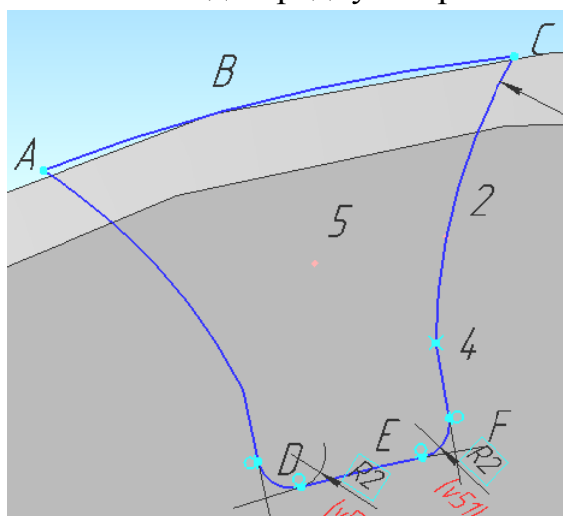

Рисунок 1.8 – Построение эскиза для удаления объема
26) Вызовите команду **Скругление**  и выполните сопряжение линий профиля ножки с окружностью впадин радиусом равным **0.2*m** (рисунок 1.8).